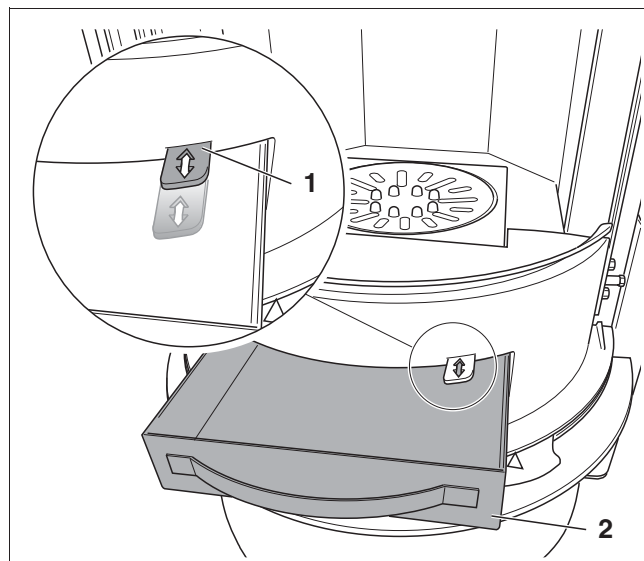

Рис. 30 Удаление золы
- ▶ Выньте зольный ящик (→ рис. 30 [2]) и выбросьте золу.
- ▶ Чаще ворошите угли штоком решётки (→ рис. 30 [1]).